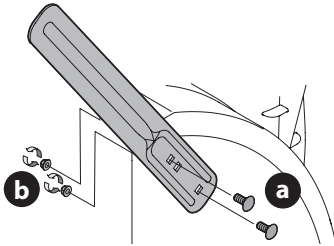

Figura 43
1. Retire los dos pernos del carro (a) y las tuercas de seguridad (b) que sujetan cada cortador de desplazamiento de nieve y retírelos de los lados de la caja de la barrena (Figura 43).
1. Gire los cortadores de desplazamiento de nieve y posícionélos según se muestra en la Figura 43 hacia el exterior de la caja de la barrena.